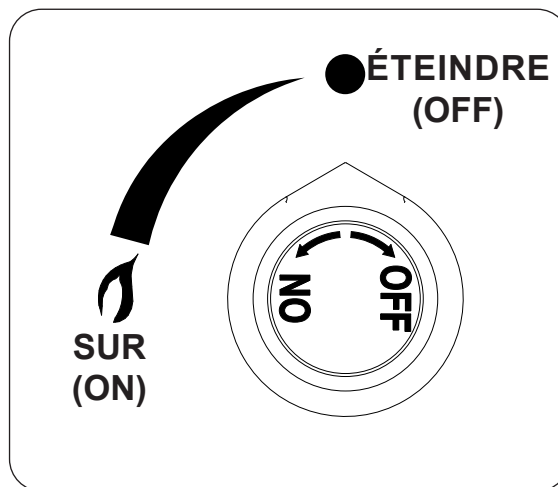

Fig. 40-2
4. **Une fois la flamme en position**, tournez le bouton de commande dans le sens inverse des aiguilles d'une montre sur la position **ON (sur)**, appuyez et maintenez la position pendant 15 secondes (voir Fig. 40-2). Votre brûleur devrait s'allumer dans un délai de 5 secondes.
**Pour éteindre votre brûleur à gaz**, tournez le bouton de commande du gaz dans le sens des aiguilles d'une montre jusqu'à la position **OFF (éteindre)** (voir Fig. 40-2). Veillez à ce que le bouton de commande soit éteint entièrement pour éviter toute fuite de gaz.